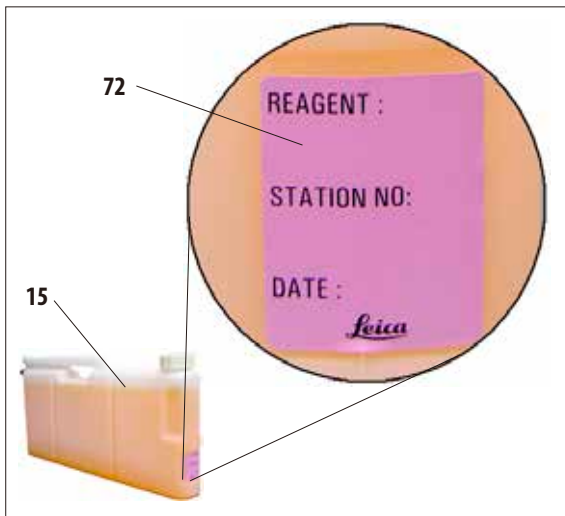

Fig. 55
As etiquetas (72) são coladas na frente dos frascos (15) como mostra a Fig. 55.
A etiqueta pode ter o número da estação e a data em que o reagente especificado na tabela de cores foi colocado (Fig. 55).